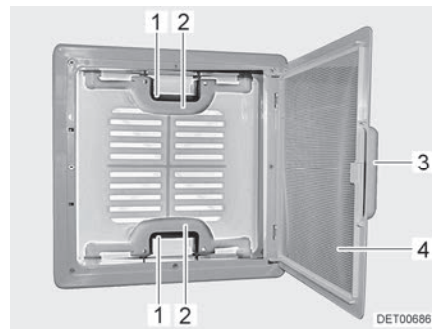

Bild 40 Dachhaube mit Schnappverschluss
- Am Griff (Bild 40,3) ziehen.
- Insektenschutz (Bild 40,4) nach unten klappen.
- Schnappverschluss (Bild 40,1) zur Innenseite der Dachhaube drücken. Gleichzeitig mit dem Griff (Bild 40,2) die Dachhaube nach oben drücken.
- Insektenschutz (Bild 40,4) nach oben schwenken, bis er einrastet.
- An beiden Griffen (Bild 40,2) die Dachhaube kräftig nach unten ziehen, bis beide Schnappverschlüsse (Bild 40,1) eingerastet sind.